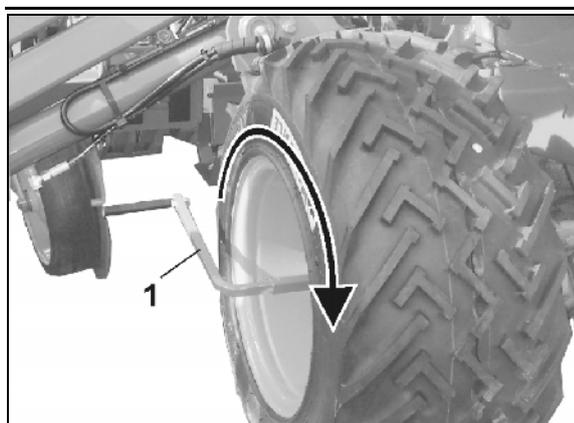

Fig. 25
6. Introducir la manivela de calibración en el eje (Fig. 25/1) en la rueda de accionamiento derecha.